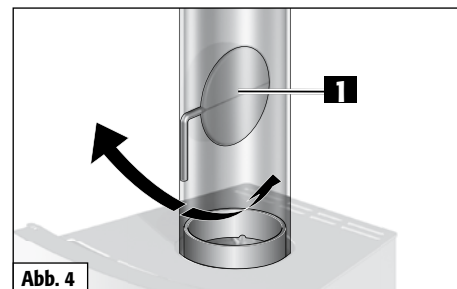

Abb. 4
Der maximal zulässige Förderdruck für den BILBAO beträgt 35 Pa an der Abgaseinführung des Schornsteins. Zur Begrenzung des Förderdrucks können eine Drosselklappe (Abb. 4/1) oder ein Förderdruckbegrenzer hilfreich sein.
Die Drosselklappe (Abb. 4/1) ist ein optionales Bedienungselement. Sie ist im Rauchrohr angebracht und dient der Regulierung des Rauchgasstromes. Auf diese Weise verringert sie die Abbrandgeschwindigkeit. Steht der Griff der Drosselklappe quer zum Rauchgasrohr, ist der Abgasstrom maximal gedrosselt. Wir empfehlen generell den Einbau einer Drosselklappe zur Reduzierung des Förderdrucks. **Bitte beachten Sie hierzu die länderspezifischen gesetzlichen Bestimmungen.**
**Bevor die Feuerraumtür während der Brennphase geöffnet wird, sollte vorher die Drosselklappe (Abb. 4/1) geöffnet werden.**